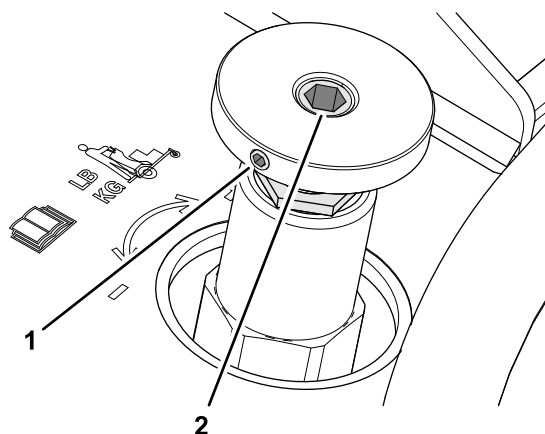

Figura 57
1. Afloje el tornillo de fijación del pomo de la válvula de control de peso; consulte Figura 57 en Ajuste de la válvula de control del peso del operador (página 48).
Nota: No fuerce el pomo mientras lo retira. Si necesita ayuda para mantener la posición del vástago de la válvula de control, utilice una llave hexagonal en el alojamiento hexagonal del vástago para mantener la alineación; consulte Figura 57 en Ajuste de la válvula de control del peso del operador (página 48).